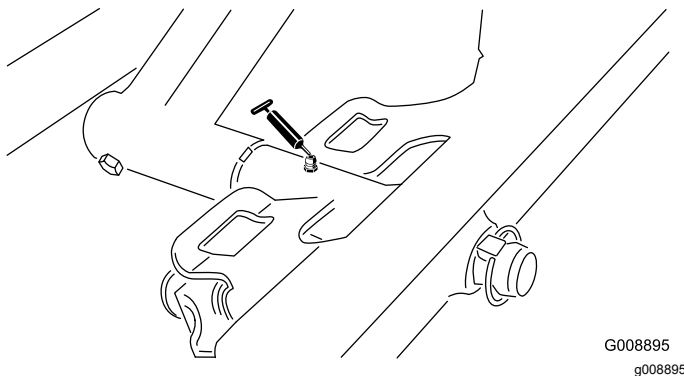

Bild 38
- Drehbüchsen am vorderen Mähwerk (Bild 38)